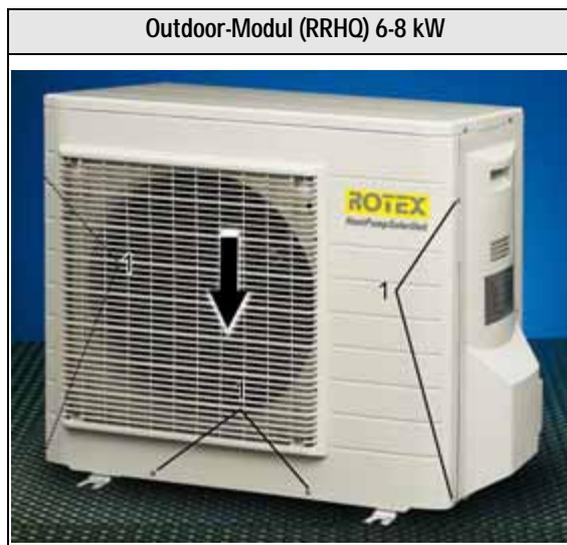
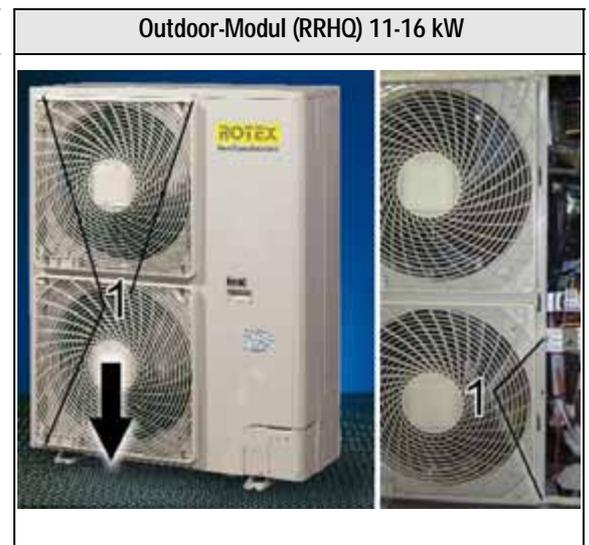

Bild 7-1 Demontage vordere Abdeckung RRHQ 6-8 kW
Bild 7-2 Demontage vordere Abdeckung RRHQ 11-16 kW
- Schrauben (1) herausdrehen und vordere Abdeckung nach unten abnehmen (Bild 7-1, Bild 7-2).